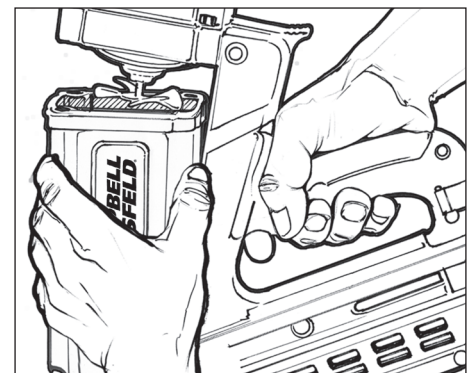

Figura 4
- Incline suavemente el ensamblaje de mango y el cargador en dirección opuesta al ensamblaje del motor. Tire de los dos ensamblajes para separarlos (vea la Figura 4).